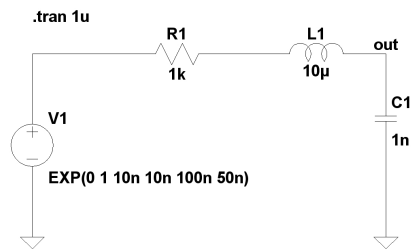

Figura 4: Análisis de transitorio
3. Calcular la tensión equivalente e impedancia de salida del circuito de la Figura 4 haciendo uso de un análisis paramétrico. Obtener la tensión a la salida ( $V_{OC}$ ) para  $R_{test} = 10\text{MEG}$  y la corriente de cortocircuito ( $I_{SC}$ ) utilizando  $R_{test} = 0,01$ . Se tendrá que la impedancia de salida del circuito será igual al cociente de la tensión en circuito abierto entre la corriente de cortocircuito,  $\frac{V_{OC}}{I_{SC}}$ .
4. Obtener el comportamiento transitorio del circuito de la Figura 4 durante  $1\mu s$ . Las características de la fuente de tipo exponencial son las que se indican en la figura.